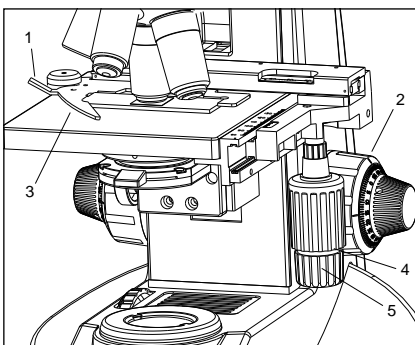

Fig. 7
**Setzen Sie das Exemplar leicht auf das Stadium. Wenn der beugen-geformte Hebel (3) mit einer zwingenden Kraft zurückgebracht wird, oder der Steuerdrehknopf (1) oder der beugen-geformte Hebel in der Mitte freigegeben wird, kann das Diaglas gebrochen werden. Siehe Fig 7.**
1. Drehen Sie den Grobjustagedrehknopf (2) in der gegen den Uhrzeigersinnrichtung, um das Stadium völlig zu senken.
2. Öffnen Sie den beugen-geformten Hebel (3) außerhalb, indem Sie Hebelgriff (1) ziehen, setzen Sie das Exemplar, indem Sie die Exemplarglasplatten auf das Stadium von der Frontseite nach hinten schieben.
3. Nach der Positionierung Ihrer Exemplardias, bringen Sie den beugen-geformten Hebel (3) leicht durch langsam freigebendes Steuerdrehknopf (1) zurück
4. Den oberen Koaxialdrehknopf drehend, der die Y-axisbewegung, verschiebt (4) steuert, das Exemplar in der vertikalen Richtung. Das Drehen des untereren Drehknopfes, der der X-axisbewegungssteuerdrehknopf (5) ist, verschiebt das Exemplar in der horizontalen Richtung.